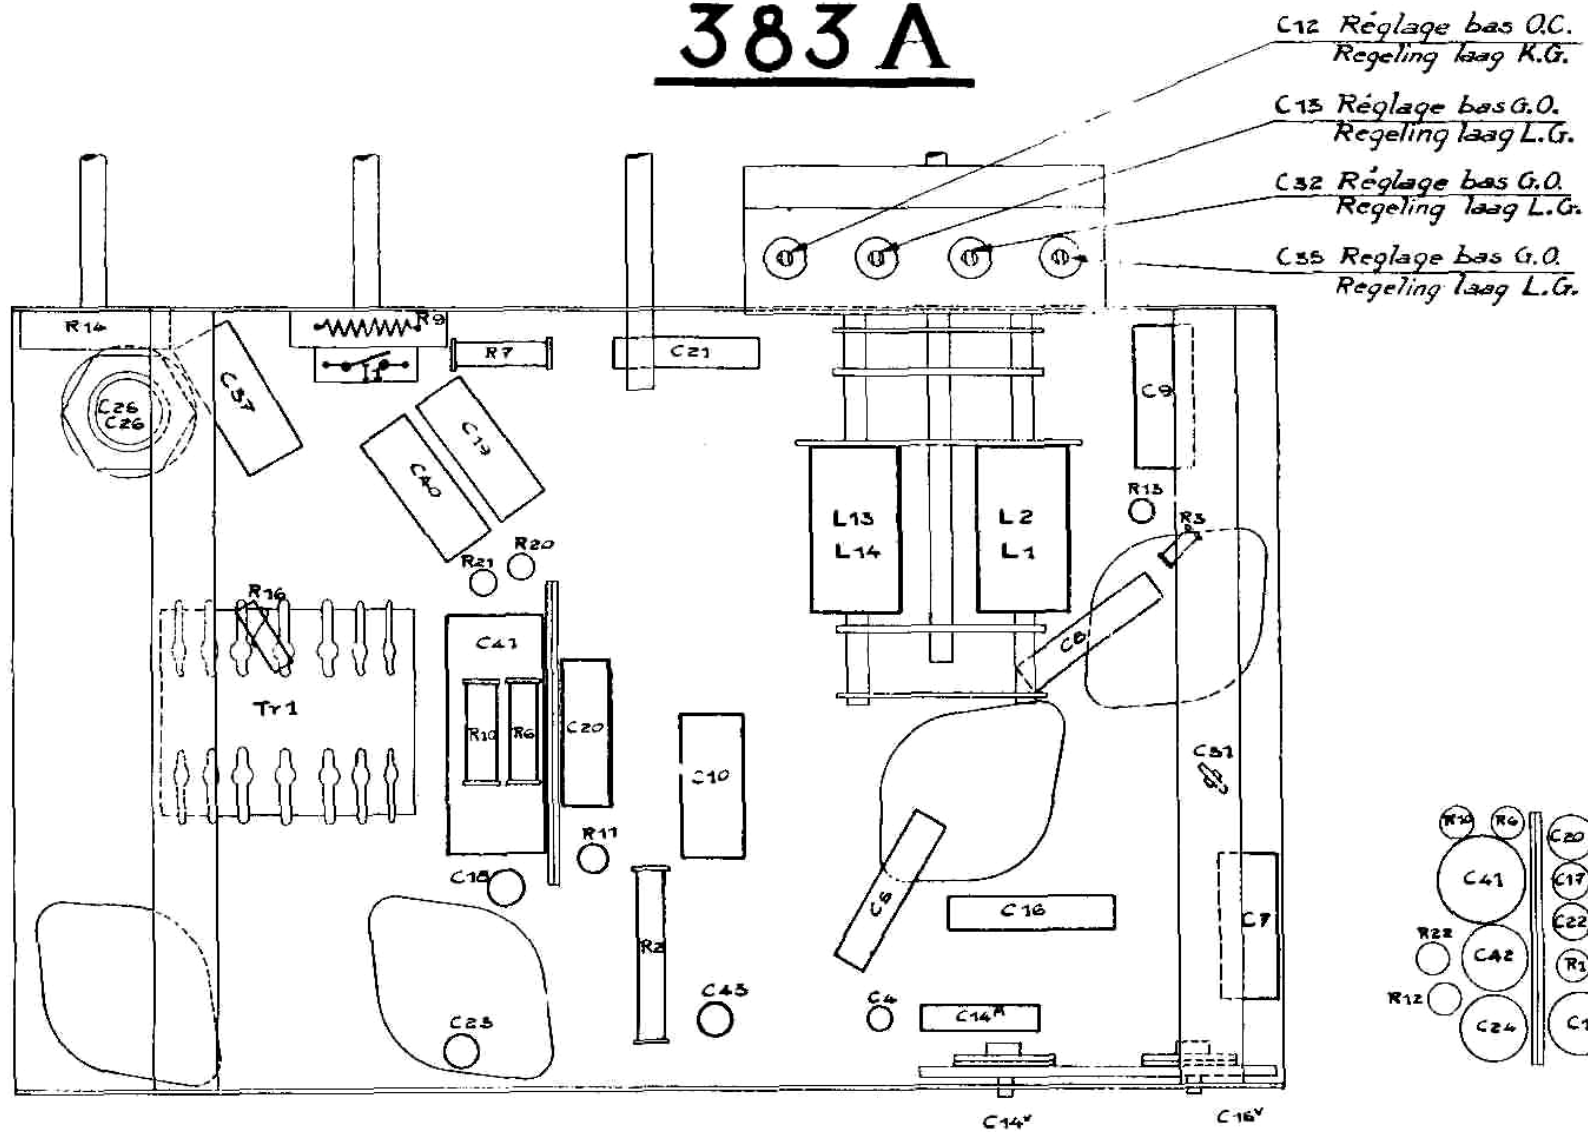

FIG.2
1. Bas des ondes courtes (20 mètres) : agir sur le condensateur C. 12 (fig. 2) ;
5. Bas des grandes ondes (1.000 mètres) : agir sur le condensateur ajustable C. 13 (fig. 2).
Rechercher une émission puissante vers 1100, 1200 mètres et faire coïncider la position de l'index avec le repère correspondant en agissant sur le rattrapage : « bas G.O. » C. 13 (fig. 2) jusqu'à ce qu'on obtienne l'accord exact.
Ajuster ensuite les condensateurs C. 32 et C. 33 (fig. 2) de façon à obtenir le maximum de puissance.
Se régler sur Hilversum I. Faire coïncider la position de l'index avec le milieu du nom de la station en agissant sur le condensateur C. 15 (fig. 2) jusqu'à ce qu'on obtienne l'accord exact.
Prendre une station puissante entre 19 et 20 mètres de longueur d'onde. Faire coïncider aussi exactement que possible la position de l'index avec la longueur d'onde de la station reçue en agissant sur le condensateur C. 12 (fig. 2).